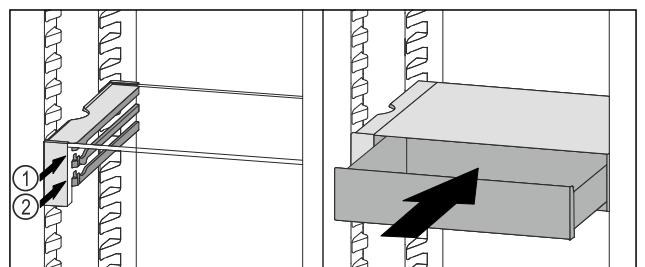

Fig. 68
- ▶ VarioSafe-Schubfach hinter den Stoppern auf gewünschter Rippe Fig. 68 (1) oder Fig. 68 (2) aufsetzen.